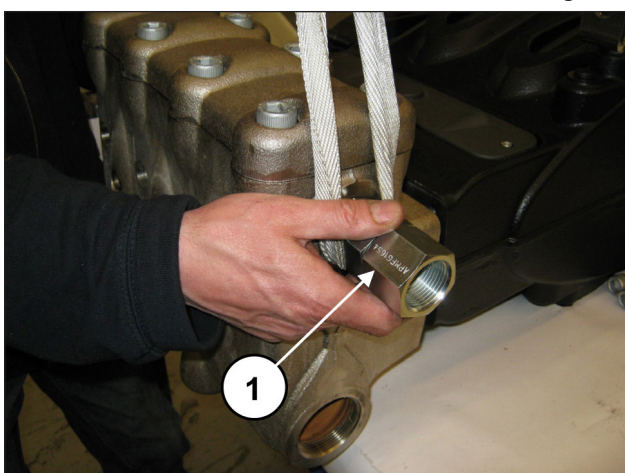

Fig. 108
Durante el desmontaje de la cabeza, no golpear los pistones (pos. ①, Fig. 108).